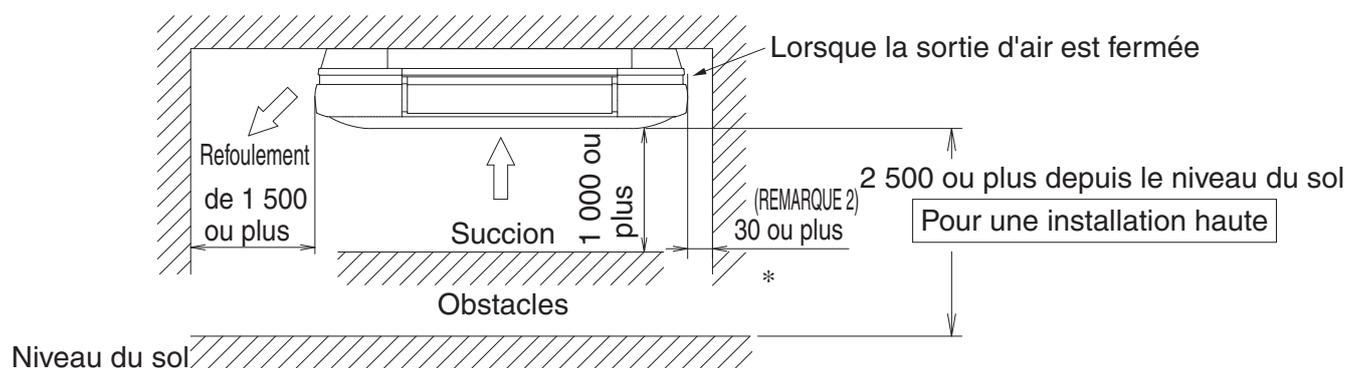
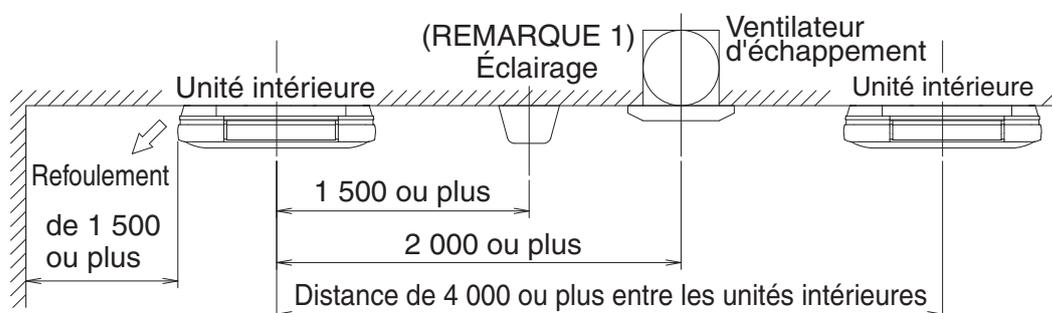

Fig. 1
Fig. 2
(1) Choisissez le lieu d'installation qui respecte les conditions suivantes et obtenez l'accord du client.
- Où un espace suffisant pour l'installation et l'entretien est assuré. (**Reportez-vous à la Fig. 1 et Fig. 2**)